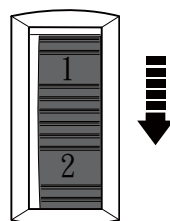

Fig. 5
>Rode o seletor de velocidade (1) para trás (desde a perspectiva do utilizador) para diminuir a velocidade máxima (Fig. 5). Uma velocidade lenta é adequada para cortar com lâminas de serra grossas ou cortar materias duros.